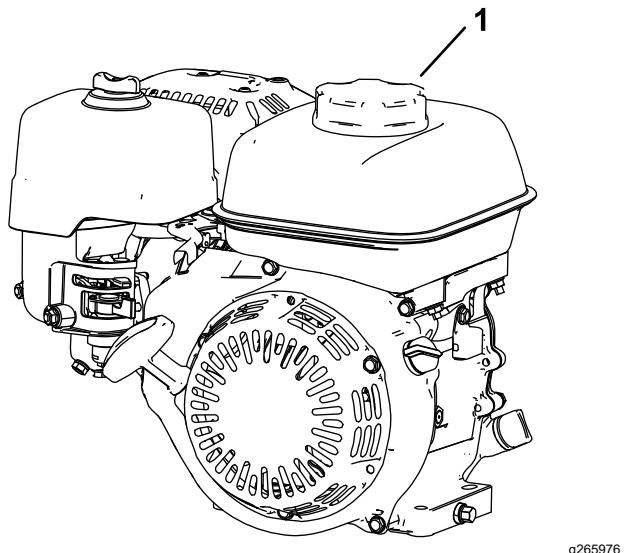

Figura 5
3. Pulite intorno al tappo del serbatoio carburante e toglietelo.Figura 5